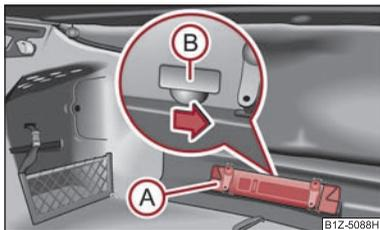

Fig. 29 Déverrouillage de secours de la malle AR
- Sortez le triangle de signalisation* (A) ⇒ fig. 29.
- Poussez la manette dans le sens de la flèche afin de déverrouiller la malle AR. Cette manette se trouve sous le cache (B).